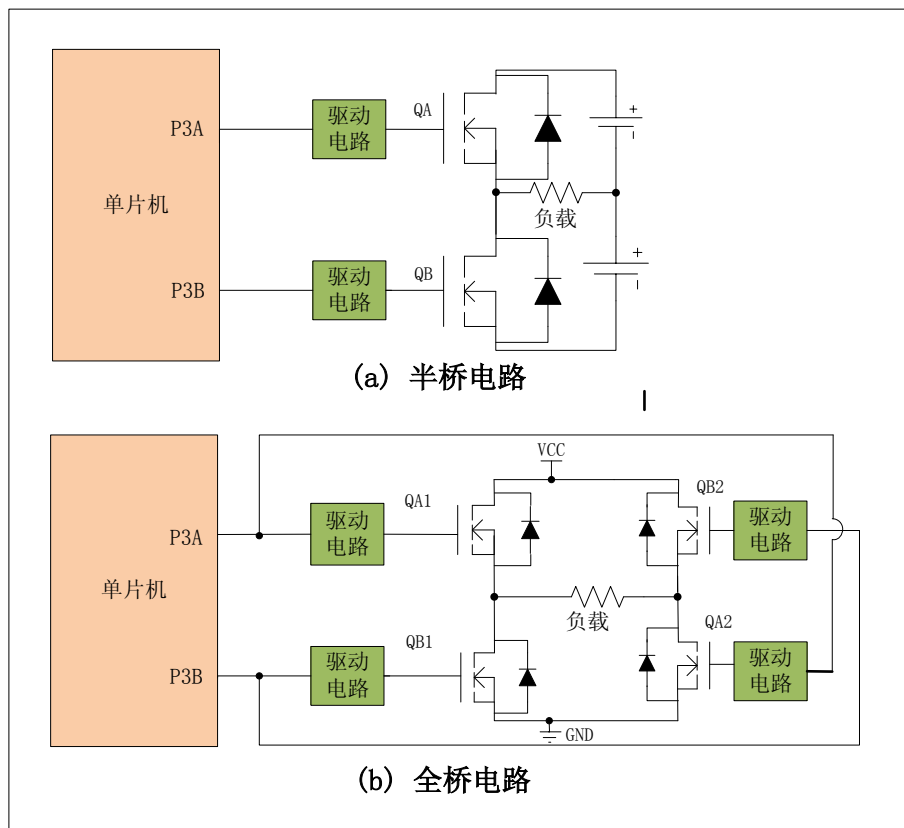
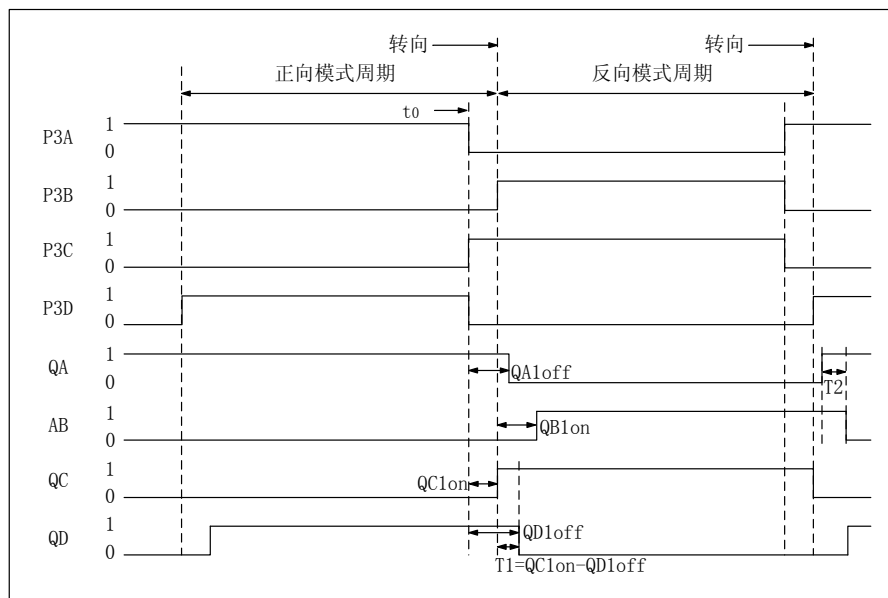

图 8.7 半桥输出模式应用举例
图 8.13 接近满占空比时换向时信号示例
半桥输出模式可用于控制半桥和全桥控制电路，如图 8.7 所示，为半桥输出模式应用于半桥和全桥控制电路的示例。半桥输出模式应用于两个开关管的半桥控制电路，或使用 2 个 PWM 信号来控制 4 个开关管的全桥控制电路。
如图 8.7(a)、8.8 所示，在半桥输出模式应用中，P3A 和 P3B 一直以 PWM 频率调制两个开关管，通常开关管的截止比导通需要更多的时间。如果 QA 和 QB 同时导通，两个管子可能会在一段很短的时间内都处于导通状态，在这很短的时间内，将会产生很大的电流流过两个管子，从而可能导致电路损坏。直到一个管子完全截止才会退出此状态(图 8.13(a)中的 (1)、(2)、(3)和(4)处所示)。
全桥输出模式下没有死区延时功能。通常在此模式中, 任何时间只调制一对输出, 因此不会导致电路产生直通电流, 所以不需要死区延时。然而, 当 PWM 的占空比接近百分之一百, 且开关管导通时间小于截止时间时, 将会导致电路产生直通电流。图 8.13 为此情况下各处信号示例。
图 8.13 中在 t_0 时刻 P3A 和 P3D 变为无效, P3C 为有效。QA、QB、QC 和 QD 分别为四路 PWM3 输出控制的开关管, QAoff 和 QDoff 为开关管的截止延时时间, QBon 和 QCon 为导通延时时间, 由于管子导通和截止时间的差异, 在第一次换向时, 开关管 QC 和 QD 产生直通电流, 持续时间为 T_1 , 在后面一次换向时 QA 和 QB 产生直通电流, 持续时间为 T_2 。